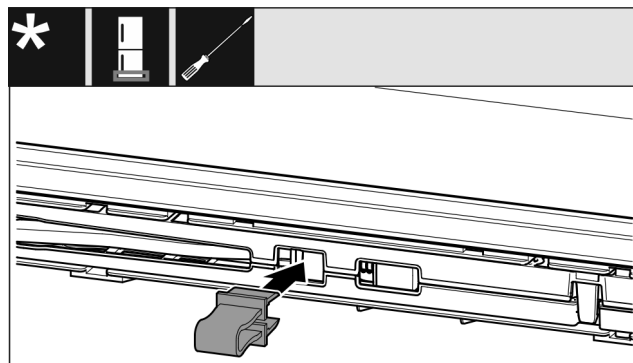

Fig. 18
- ▶ Zaklapnite poistku v otvore. (pozri Fig. 18)